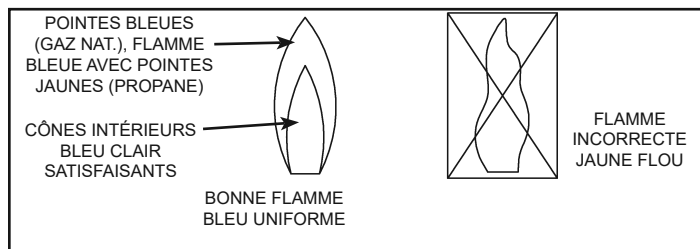

Figure 35
Observer les flammes du brûleur par le hublot et les comparer aux illustrations de la Figure 35. Un brûleur qui fonctionne correctement produit une flamme bleue uniforme. Les flammes à pointes bleues avec de cônes intérieurs bleu clair sont satisfaisantes. Les pointes des flammes peuvent présenter une légère teinte jaune. La flamme ne doit pas être entièrement jaune ni présenter une couleur bleu-orange vive. L'air contaminé peut produire une flamme orangée. Communiquer avec le technicien d'entretien si la flamme n'est pas satisfaisante.
- Dépôts de suie ou de calamine sur le brûleur principal. Vérifier qu'il y a une flamme bleue uniforme (voir Figure 35).
complète du gaz, s'allumer rapidement, fonctionner de façon relativement silencieuse et ne pas présenter de décrochage de flamme trop important par rapport aux orifices du brûleur. Si les caractéristiques des flammes ne sont pas clairement satisfaisantes (voir Figure 35), s'assurer que le flux d'air de combustion et d'aération n'est pas obstrué.